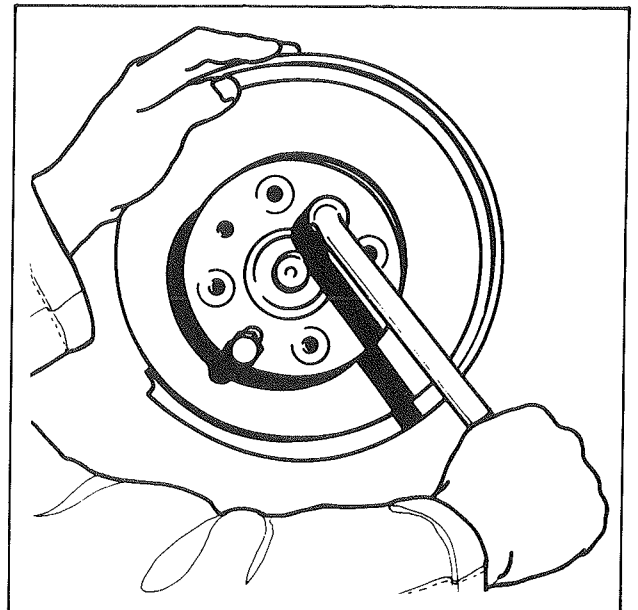

Fig. 3
- Visser les 2 vis à embouts (réf. PD 20910 W) pour extraire le moyeu (fig. 3).